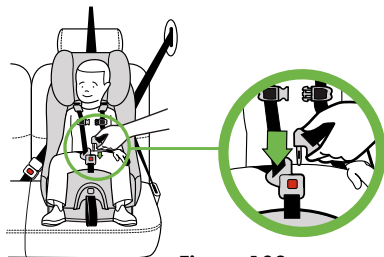

Figura 108
- Introduzca los hebijones en las hebillas uno a la vez, como se muestra en la **figura 108**. Se debe escuchar un clic.